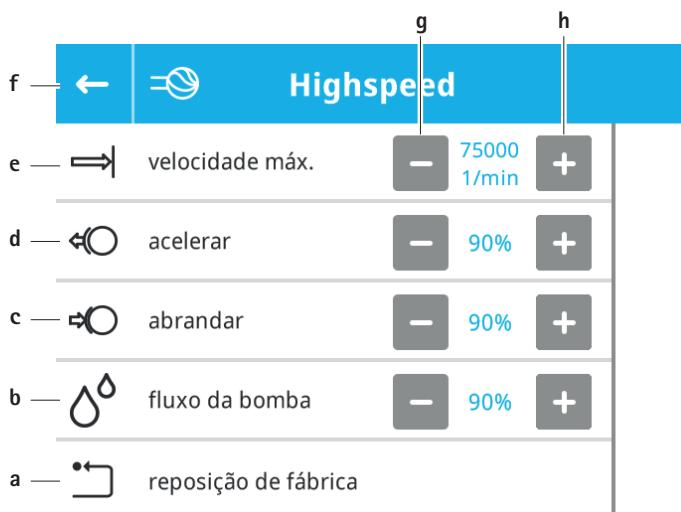

Fig. 11 Configurações do motor – Tipo de unidade de aplicação selecionado
- Abre o submenu do tipo de unidade de aplicação selecionado, ver Fig. 11.